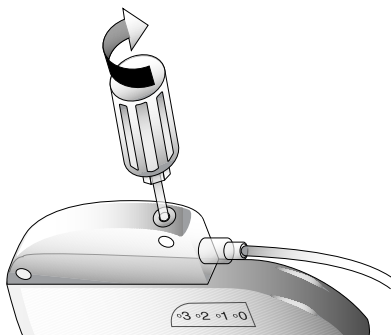

Figure 4. Visser la vis de fixation dans l'opercule auto-étanchéifiant dans le sens des aiguilles d'une montre jusqu'à entendre un clic.
5. Insérer à fond le tournevis dynamométrique dans l'opercule auto-étanchéifiant du bloc connecteur et visser la vis dans le sens des aiguilles d'une montre jusqu'à entendre un clic (Figure 4).
Remarque : Orienter le tournevis en appliquant le même angle que celui de la vis (Figure 4).